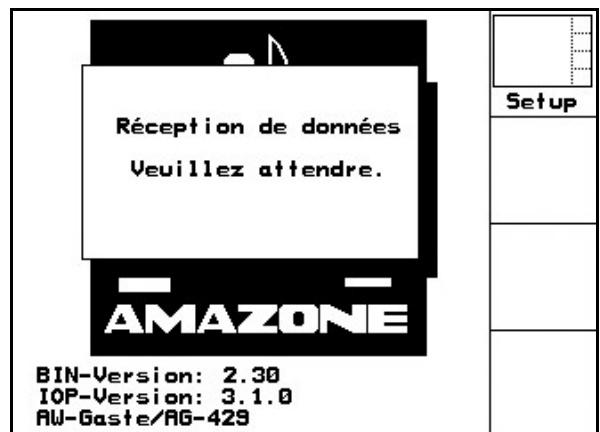

Fig. 12
- Lorsque l'ordinateur machine est connecté, le menu Start s'affiche (Fig. 12) avec la version du terminal. Après environ 2 secondes le **AMATRON+** passe automatiquement au menu principal.